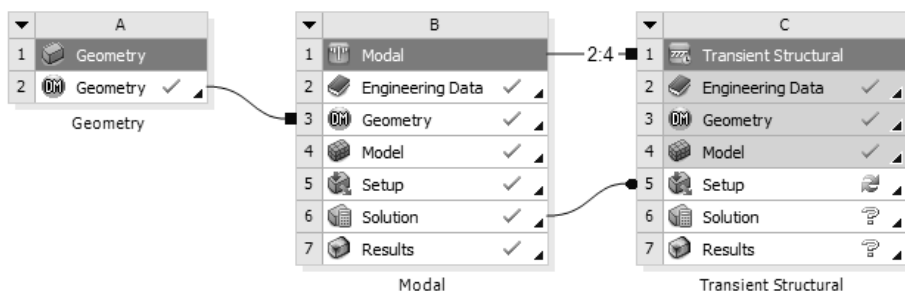

图 9-71 数据共享
Step2: 如图 9-71 所示, 项目 B 与项目 C 直接实现了数据共享, 此时在项目 C 中的 C5 (Setup) 后会出现  标识。